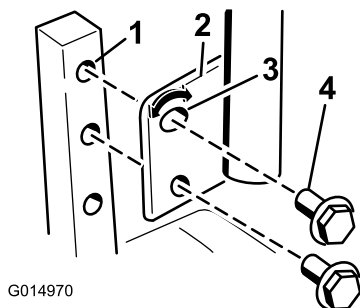

Figura 24
1. Retire los 2 pernos que fijan la palanca de control al brazo de la palanca (Figura 24).
2. Mueva la palanca al juego de taladros siguiente. Fije la palanca con los 2 pernos (Figura 24).
control (Figura 24). Apriete ambos pernos para fijar el control en la posición nueva.